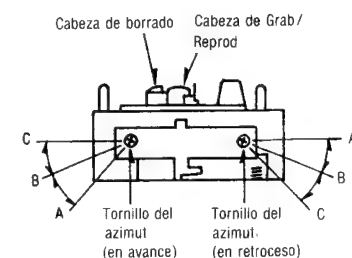

Fig. 3
2. En el modo de reproducción en avance, reproducir la señal de 8kHz desde la cinta de prueba (QZZCFM). Ajustar el tornillo del azimut (en avance) mostrado en la Fig. 3 para conseguir los máximos niveles de salida L-CH y R-CH. Cuando los niveles de salida de L-CH y R-CH no están al máximo, al mismo tiempo, reajustar de la siguiente forma:
3. Girar el tornillo del azimut (en avance) mostrado en la Fig. 3 para encontrar los ángulos A y C (puntos en los que se obtienen los niveles de salida en cresta para los canales izquierdo y derecho. Localizar después el ángulo B entre los ángulos A y C; por ej., el punto en el que las salidas L-CH y R-CH estén equilibradas. (Consultar las Fig. 3 y 4)
6. En el modo de reproducción en avance, reproducir la señal de 8kHz desde la cinta de prueba (QZZCFM). Ajustar el tornillo del azimut (en avance) mostrado en la Fig. 3 de forma que las agujas de los dos EVM oscilen hasta el máximo y una forma de onda de Lissajoues, tal como la ilustrada en la Fig. 6, se obtenga en el osciloscopio.